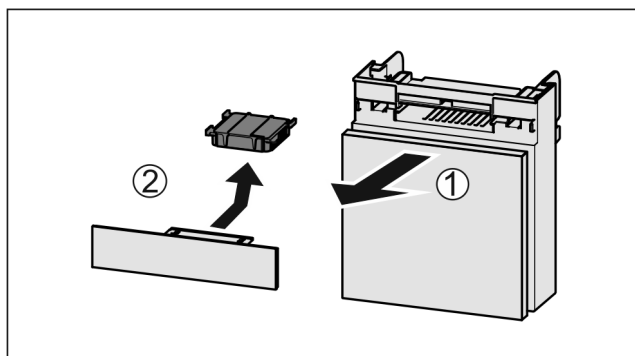

Fig. 98
- Dra ut Fig. 98 (1) lådan framåt.
- Ta ut Fig. 98 (2) aktivtkolfiltret.